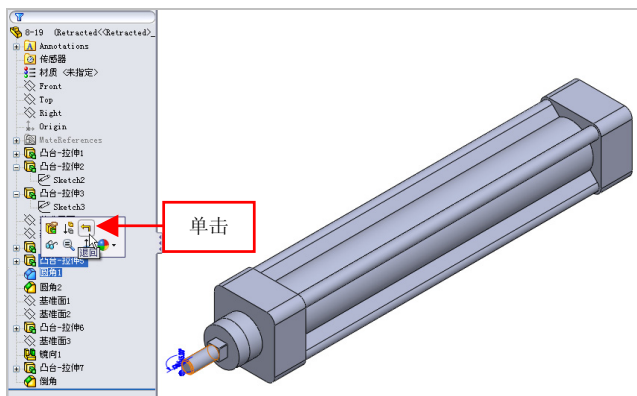

图 8-20 单击【退回】按钮
(2) 在 Feature Manager 设计树中, 选择【圆角 1】选项, 弹出对话框, 单击【退回】按钮, 如图 8-20 所示。